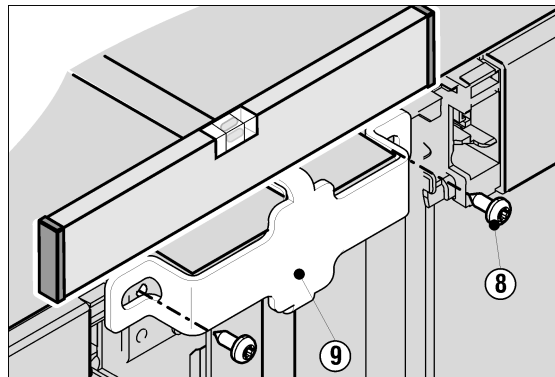

Fig. 5
- Сведите устройства вместе или повторно выровняйте их и в это время с передней стороны, сверху прикрутите винтами Fig. 5 (8) большой крепежный уголок Fig. 5 (9). При необходимости проделайте отверстия или используйте аккумуляторную отвертку.